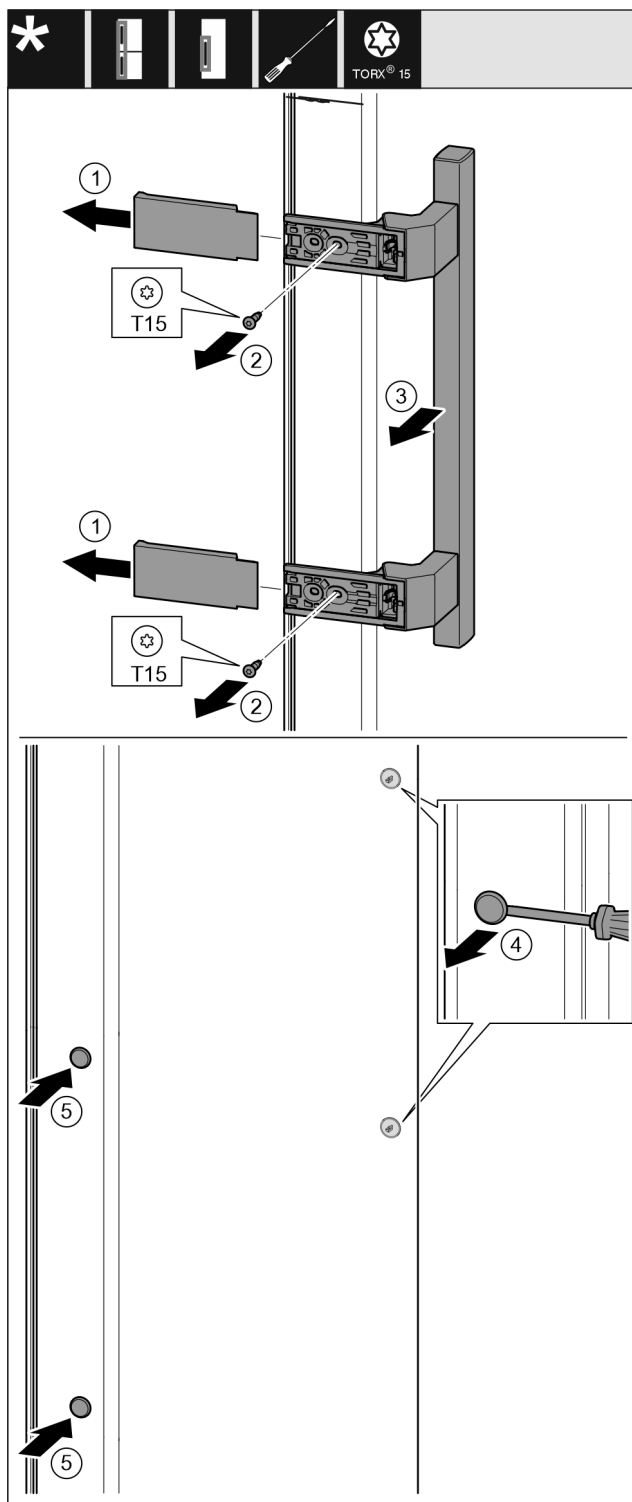

Fig. 39
- Desprindeți apărătoarea. Fig. 39 (1)
- Extrageți prin rotire șuruburile cu șurubelnița T15. Fig. 39 (2)
- Detașați mânerul. Fig. 39 (3)
- Ridicați cu precauție dopul lateral cu o șurubelniță plată și extrageți-l. Fig. 39 (4)
- Introduceți dopul pe partea opusă. Fig. 39 (5)